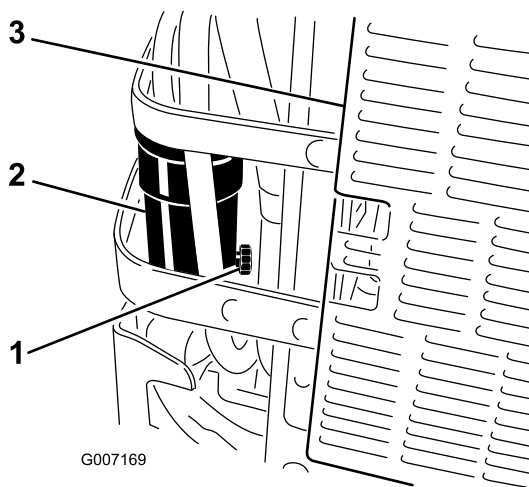

Bild 66
5. Öffnen Sie das Ablassventil am Wasserabscheider um ca. eine Umdrehung, damit das Wasser und andere Verunreinigungen ablaufen können (**Bild 66**).
6. Schließen Sie das Ablassventil, wenn Diesel austritt (**Bild 66**).